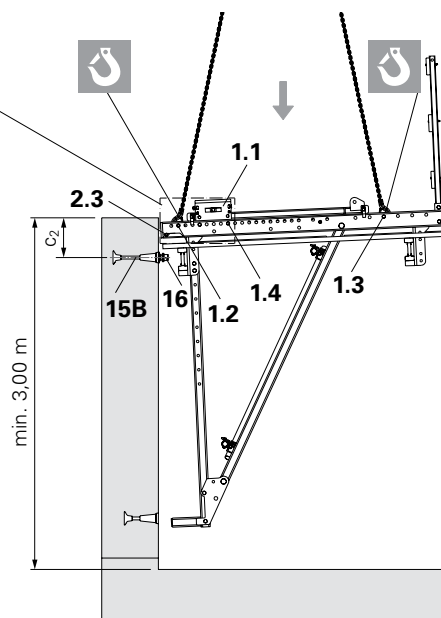

Fig. A2.06
- Inserire i perni $\varnothing 26$ (1.2 + 1.3) nei fori della traversa e assicurarli con l'inserto a molla. (Fig. A2.06)
3. Abbassare l'unità e infilare la testa delle traverse nei rocchetti di sospensione (16). (Fig. A2.06)